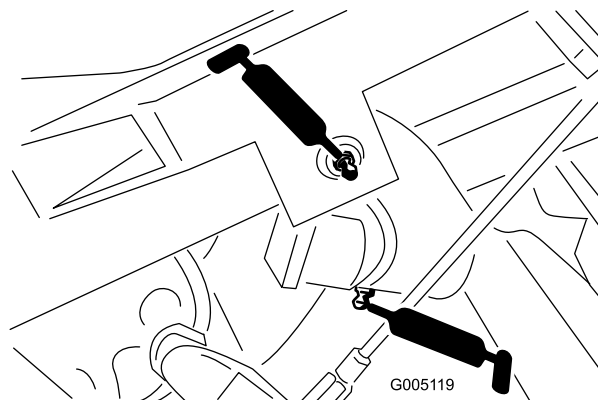

Figure 26
- Pivot de bras de relevage (3) et articulation de pivot (3) (Figure 26)